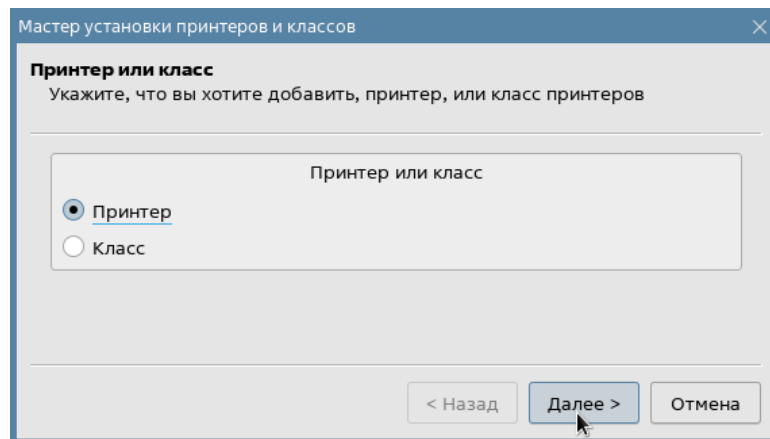

Рисунок 3 — Мастер установки принтера
4) На странице выбора принтера или класса принтеров выбрать пункт **Принтер** (Рисунок 3);